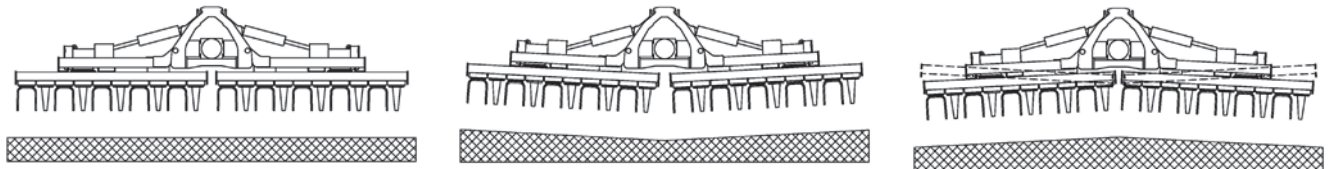

**FIG. 42**
Die Schrauben losdrehen (2, "Fig. 42"). Den Seitenscharnier heben und senken (1). Die Schrauben festdrehen (2).